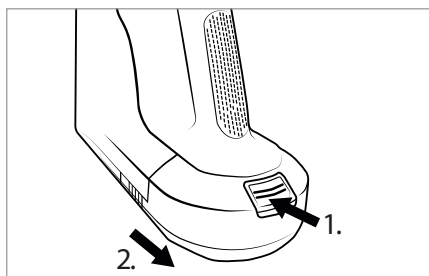

Fig. 13
- ♦ For at fjerne batteriet 2 fra produktet, skal du trykke på oplåsningsknappen til batteriet 1 og tage batteriet 2 ud af produktet (se fig. 13).